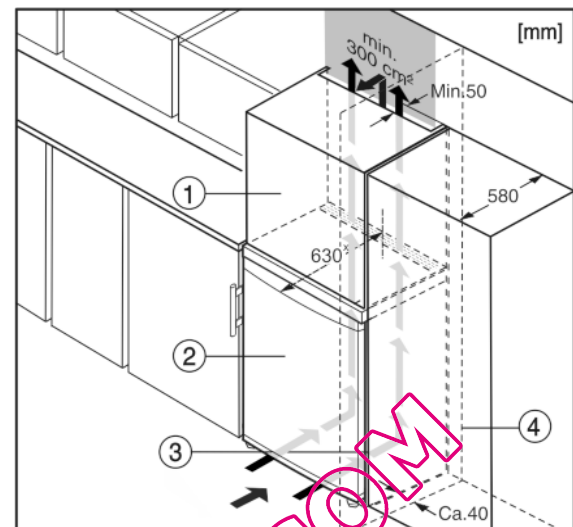

Fig. 6
L'appareil peut être entouré de meubles de cuisine. Pour adapter l'appareil Fig. 6 (2) à la hauteur des placards de la cuisine intégrée, on peut placer un élément haut Fig. 6 (1) au-dessus de l'appareil.\*
Lors de la transformation avec des placards de cuisine (profondeur max. 580 mm), l'appareil peut être placé directement à côté du placard de cuisine Fig. 6 (3). L'appareil dépasse latéralement de 34 mm\* et de 50 mm\* au centre de l'appareil par rapport à la face avant du placard de cuisine.\*
Si l'appareil est installé avec les charnières à côté d'un mur Fig. 6 (4), la distance entre l'appareil et le mur doit être de 40 mm min. Ceci correspond à la saillie de la poignée lorsque la porte est ouverte.